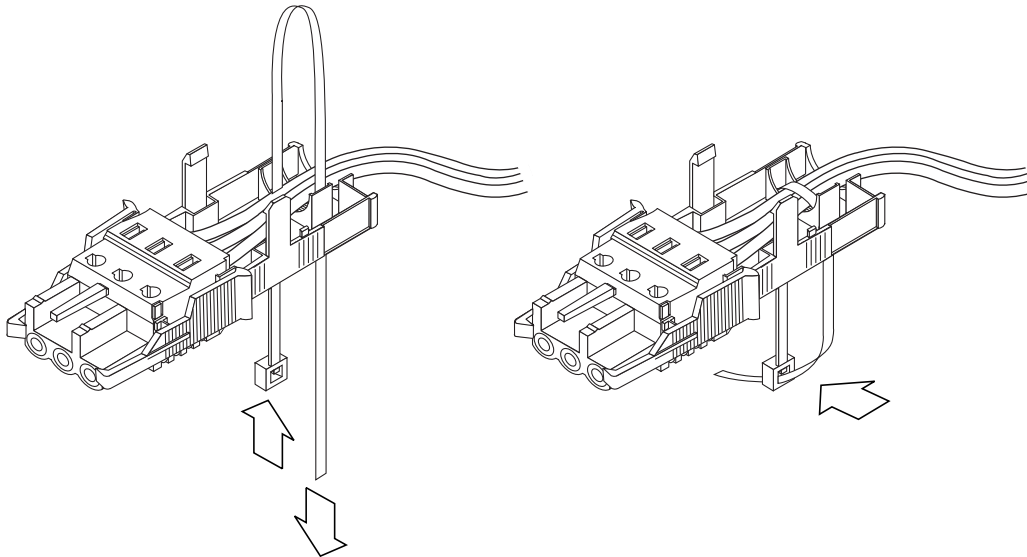

ABBILDUNG 2-11 Befestigen der Drähte am Zugentlastungsgehäuse
3. Führen Sie den Kabelbinder in den unteren Teil des Zugentlastungsgehäuses ein, wie in ABBILDUNG 2-11 gezeigt.